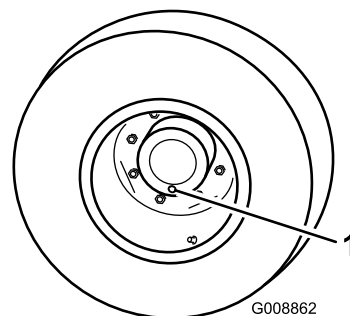

Figura 89
1. Con la máquina en una superficie nivelada, coloque una rueda de manera que uno de los tapones de verificación esté en la posición más baja (posición de las 6) (Figura 89).